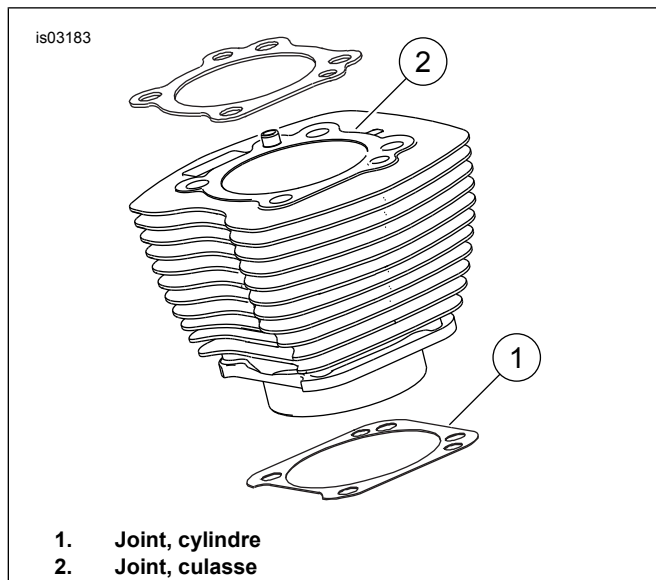

Figure 1. Joints de cylindre
- Consultez Figure 1 . Le joint de cylindre de 103 mm (4.060 in) (1) et le joint de culasse (2) éliminent le besoin de joints toriques. Ne pas utiliser de joints toriques sur les doigts de positionnement de cylindre ou les embouts mâles de cylindre.
- Au moment d'installer le nouveau joint de cylindre (1), installer le côté avec relief vers le bas et le côté concave vers le haut.